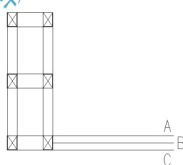

图 5.90 绘制找平层和面层
(2) 启动【偏移】命令，将混凝土垫层的边线分别向上偏移 20mm 和 30mm，形成找平层和面层，结果如图 5.90 所示。
(3) 单击【绘图】工具栏上的【图案填充】图标或在命令行输入“H”后按 Enter 键，打开【图案填充和渐变色】对话框。
① 选择填充类型为【预定义】，然后单击【图案】文本框右侧的按钮，打开【填充图案选项板】对话框，选择【其他预定义】选项卡中的 AR-SAND 图案。
② 设置角度为“0”，比例为“0.3”。
③ 单击【图案填充和渐变色】对话框右上角的【选择对象】按钮，对话框消失。
④ 在选择对象或[拾取内部点(K)/删除边界(B)]:提示下，选择图 5.90 中的 B 线和 C 线。